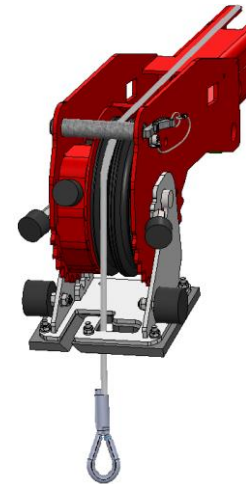

Abbildung 41
- Bringen Sie das Windenseil über dem Windenkopf an. Entfernen Sie zunächst den oberen Bolzen im Windenkopf. Legen Sie das Windenseil über die mittlere Windenseilscheibe und befestigen und sichern Sie den oberen Bolzen wieder. Führen Sie das Seil korrekt durch den Anschlag des Windengewichts (siehe Abbildung 41).